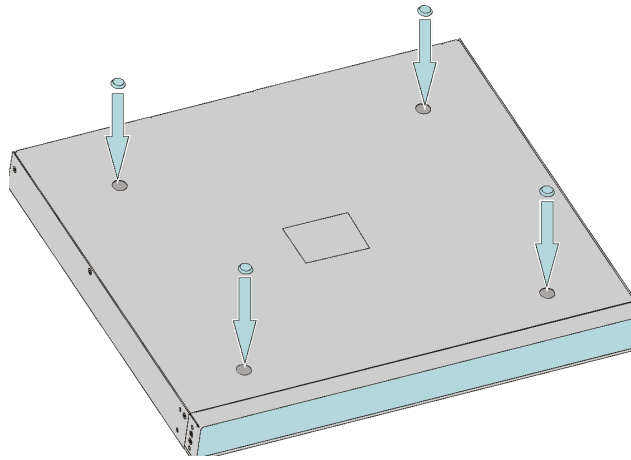

Figura 10 - Instale a base de borracha do dispositivo 1U
Passo 2: Limpe a área estampada circular na placa inferior do chassi com um pano macio e seco para garantir que não haja absorção de óleo ou poeira. Remova a almofada do pé do papel adesivo e cole-a em uma área circular estampada na placa inferior do chassi sem almofada, conforme mostrado na Figura 10.